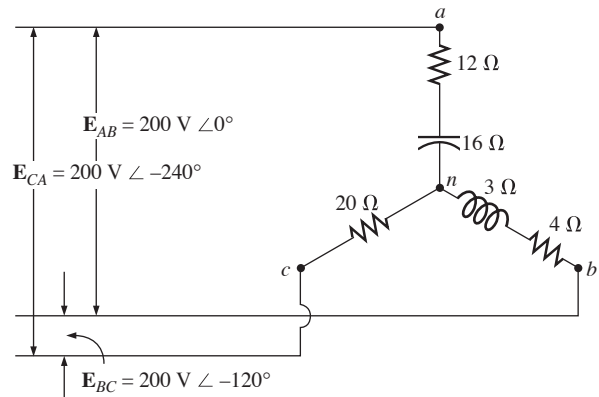

Figura 23.52 Problema 50.
- *50. Para o sistema trifásico de três fios mostrado na Figura 23.52, determine o módulo da corrente em cada fase, a potência média, a potência reativa, a potência aparente e o fator de potência da carga.